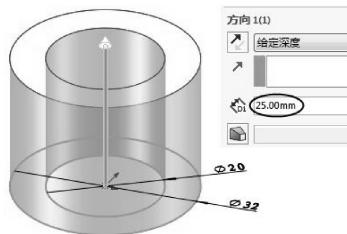

图 3-102 创建拉伸特征 1
- 退出草绘环境后，在拉伸属性面板中设置拉伸深度为 25，单击【应用】按钮，完成创建，如图 3-102 所示。